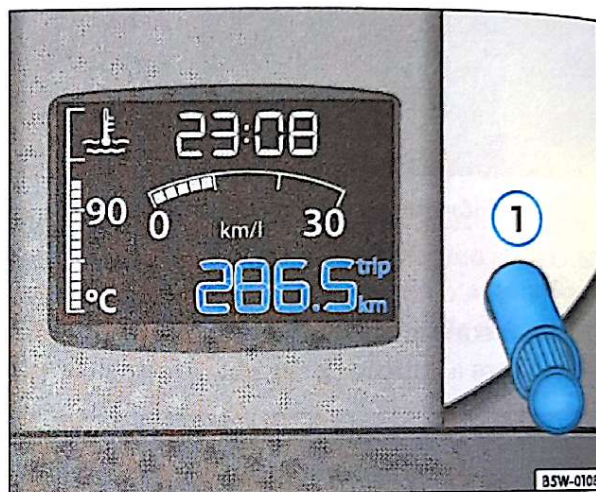

Fig. 38 Hodômetro parcial
O hodômetro parcial retornará a zero quando se pressionar o respectivo botão para selecionar no display o hodômetro parcial e em seguida pressione o botão ⇒ fig. 38 ①, por mais de dois segundos. O hodômetro será zerado, também, quando a bateria for desligada ou se atingir a distância de 1999 km ⇒ ⚠.